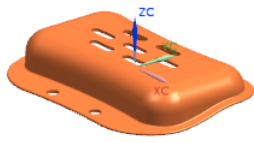

图 1.2 定义后的模具坐标系
Step2. 锁定模具坐标系。在“注塑模向导”工具条中，单击“模具 CSYS”按钮 ，系统弹出“模具 CSYS”对话框；选中 **产品实体中心** 单选按钮，然后选中 **锁定 Z 位置** 复选框；单击 **确定** 按钮，完成模具坐标系的定义，结果如图 1.2 所示。